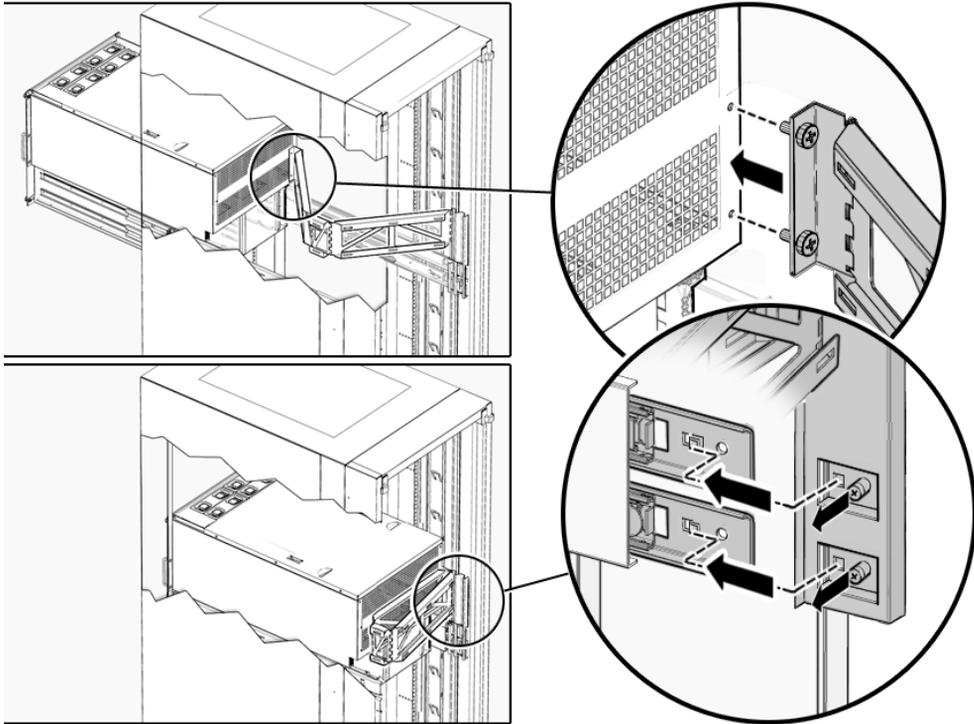

FIGURE 2-9 Installation du bras de gestion des câbles (serveur Sun SPARC Enterprise M5000 représenté)
3. Fixez la grande extrémité du bras de gestion des câbles au rail du même côté du rack (FIGURE 2-9).